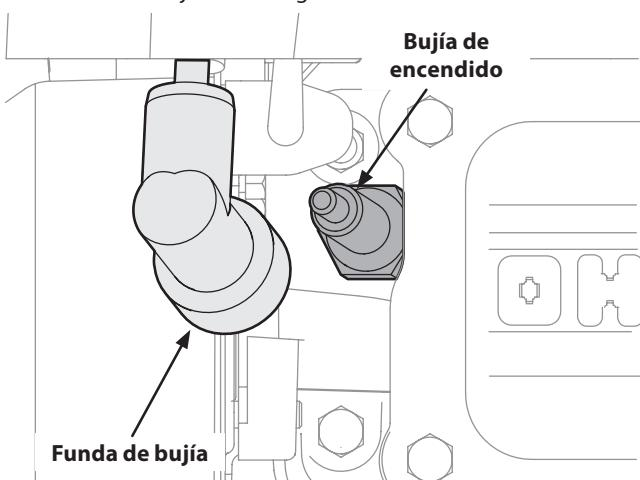

Figura 6-4
- Retire la funda de bujía y utilice una llave para bujías para extraer la bujía. Vea la Figura 6-4.